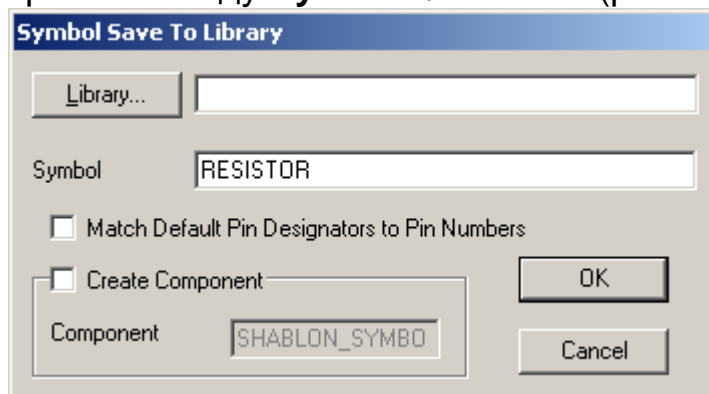

Рис. 9 Сохранение созданного символа
- 2.33 Выберите команду **Symbol→Save As** (рис. 9).